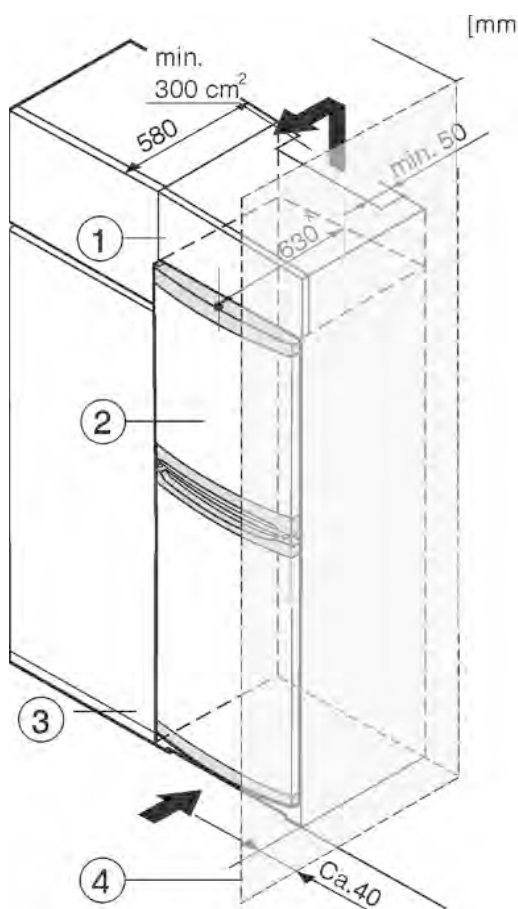

Fig. 7
- (1) Шафа для встановлення на пристрій
- (2) Пристрій
- (3) Кухонна шафа
- (4) Стінка
Пристрій можна комбінувати з кухонними шафами. Для того, щоб пристрій Fig. 7 (2) вирівняти по висоті кухонної секції, на пристрій можна встановити антресольну секцію Fig. 7 (1).
У разі комбінування з кухонними шафами (максимальна глибина 580 мм) пристрій можна встановлювати безпосередньо поряд із кухонною шафою Fig. 7 (3). Пристрій виступає збоку на 34 мм * і посередині на 50 мм * відносно передньої панелі кухонної шафи.
Якщо пристрій встановлюється поряд зі стінкою *Fig. 7 (4)*, відстань між пристроєм та стінкою повинна бути не менше 40 мм. Це відповідає необхідній відстані для ручки після відкривання дверцят.